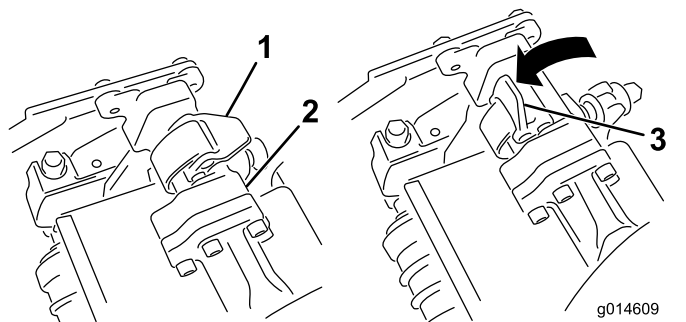

図 70
6. 取り外したいカッティングユニットのサスペンションアームのバーについているラッチを開く 図 70。